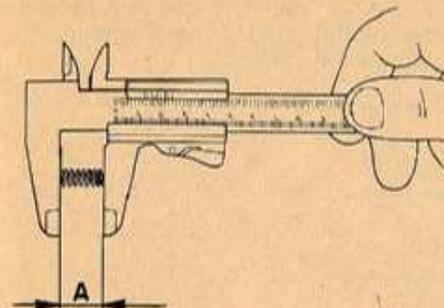

FIG. 33 Controllo molle frizione
- 6) CONTROLLARE che il gruppo frizione sia efficiente e per fare ciò verificare la buona condizione dei dischi in ferro, che le tacche di traino sui dischi in sughero non siano eccessivamente deformate e che il loro rivestimento non presenti bruciature. Verificare anche che la lunghezza delle molle frizione non sia inferiore al valore minimo (A) indicato in tabella (fig. 33) nel qual caso sostituirle.